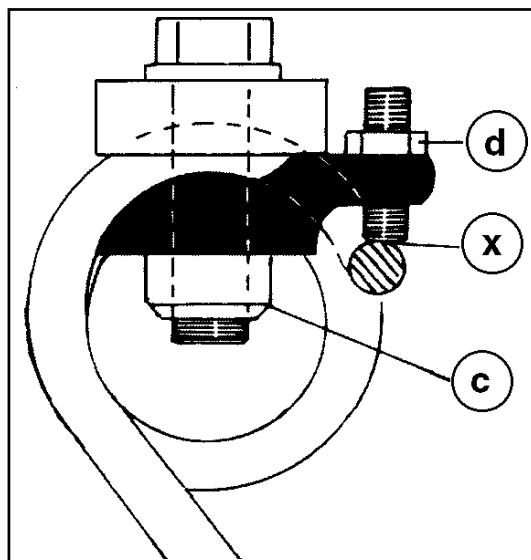

Bild 4-1
- Sechskantmutter (c) und Kontermutter (d) lösen (Bild 4-1)